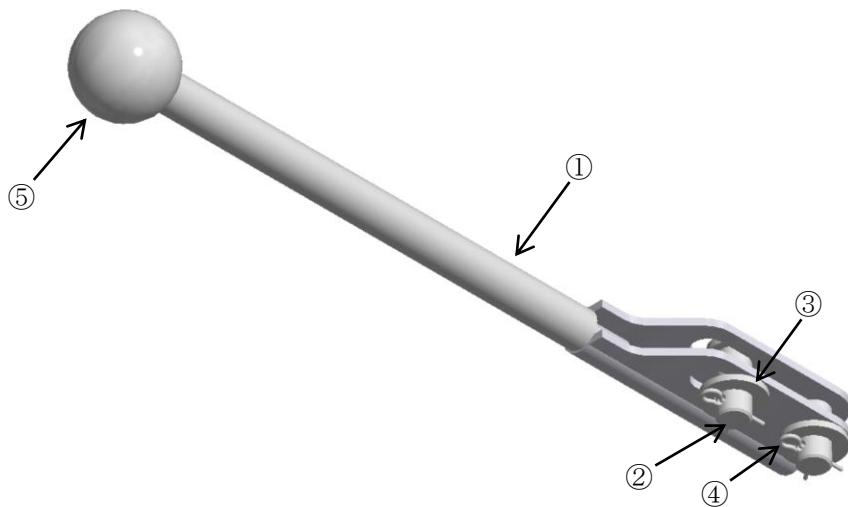

図 4-3 ハンドル部品一式(品番 233-300-08000X-3)
- ご注文の連数により、ハンドルの形状が図4-3と異なります。
手順2 本製品の本体およびハンドル部品一式が梱包されていることを確認します。開封時にはハンドル部品一式は図4-3のように組み立てられています。梱包内容と表4-1の内容、および個数が合っていることを確認します。